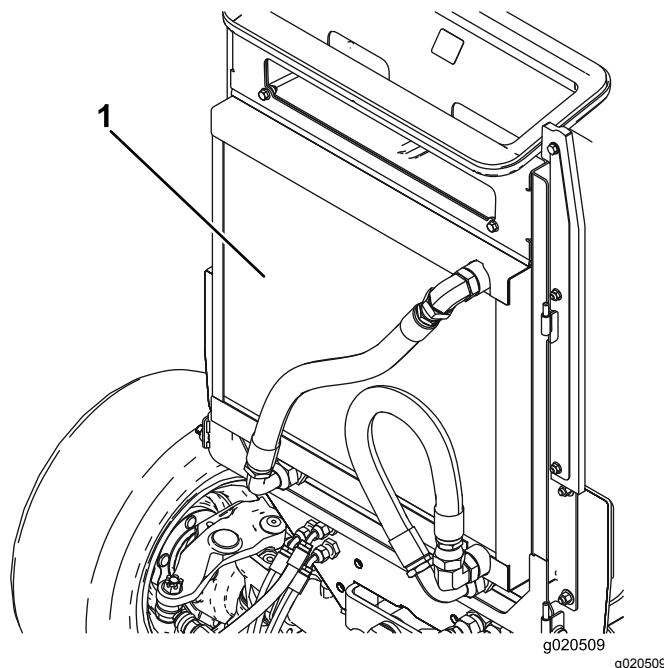

Figura 46
2. Pulite accuratamente entrambi i lati dell'area del radiatore/refrigeratore dell'olio (Figura 46) utilizzando aria compressa. Iniziate dal lato anteriore ed eliminate i detriti spingendoli verso